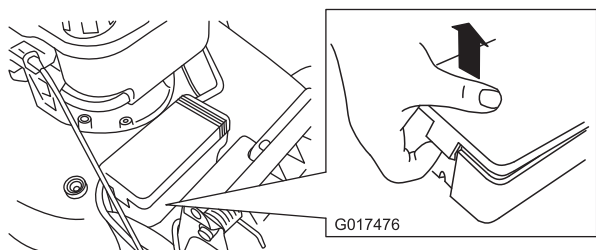

Figure 41
2. Dégagez les deux extrémités du couvercle de la batterie et déposez le couvercle (Figure 41).